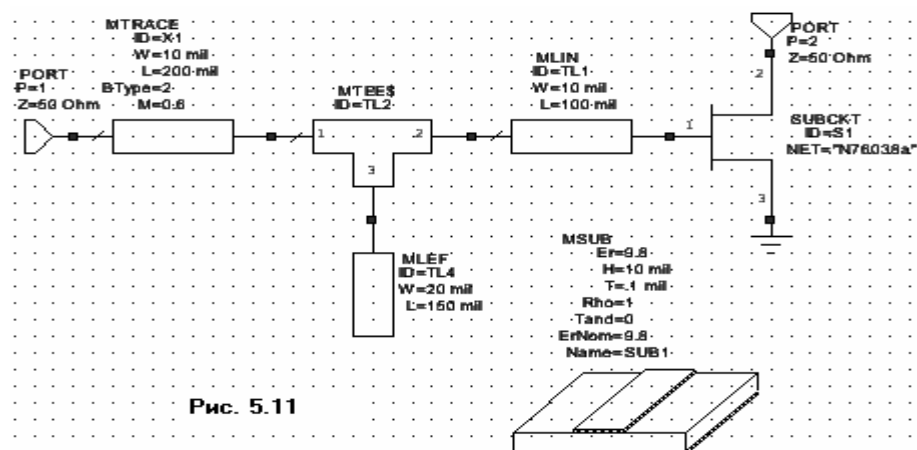

Рис. 5.11
13. Щёлкните левой кнопкой мышки по значку **Port** на панели инструментов, переместите курсор в окно схемы, поместите порт на левом узле элемента **MTRACE**, как показано на рис. 5.11 и щёлкните левой кнопкой мышки, чтобы зафиксировать.